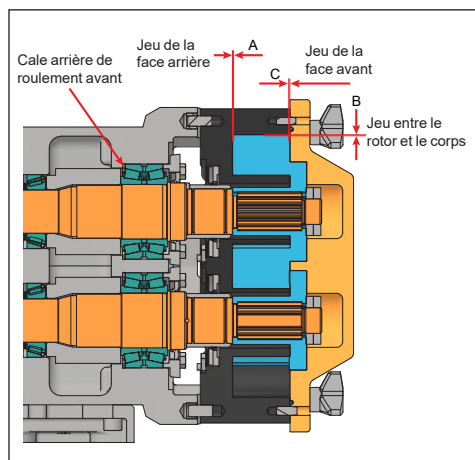

Figure 95 - Mesures du jeu
2. À l'aide de jauges d'épaisseur, mesurez le jeu de la face arrière du rotor (figure 95, élément A), par l'orifice ou par l'avant.
3. Mesurez le jeu de la face avant du rotor (figure 95, élément C).
4. Mesurez le jeu entre le rotor et le corps (figure 95, élément B).